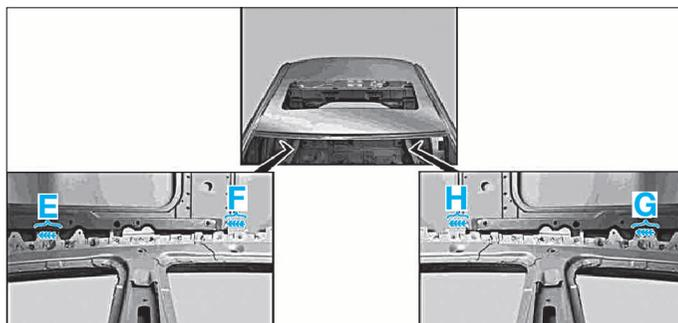

FIG. 128
• Souder en cordon continu sous protection gazeuse zone (E), (F), (G) et (H) (Fig.128).